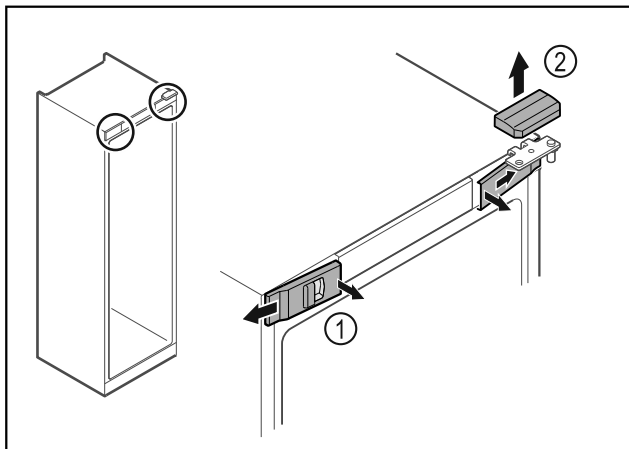

Fig. 7 \*
► Décrocher les caches avant Fig. 7 (1) du côté intérieur et les retirer vers l'extérieur.\*
► Retirer le cache supérieur Fig. 7 (2) vers le haut.\*